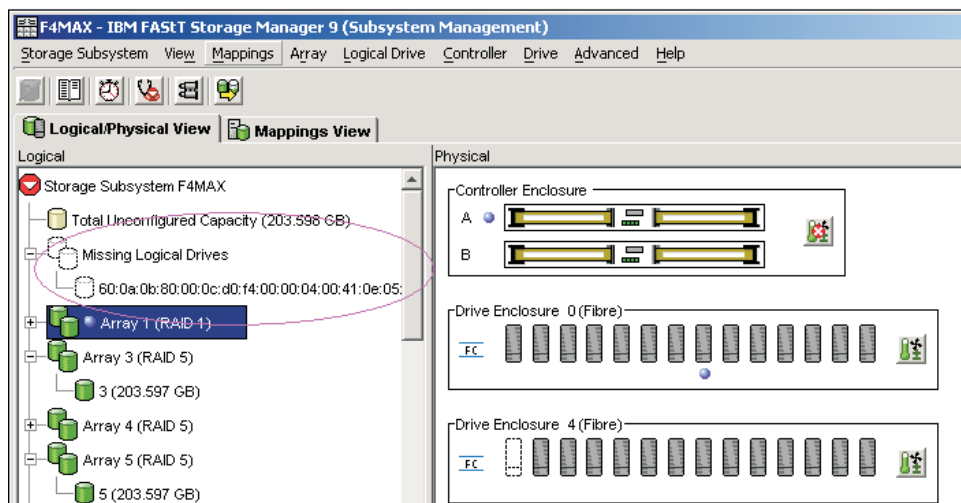

图 25. 缺失逻辑驱动器的 Subsystem Management Logical/Physical 视图（控制器固件版本低于 7.xx.xx.xx）
- 如果控制器固件低于 7.xx.xx.xx，请等待 DS Storage Manager 在 Storage Subsystem Management 窗口中将阵列/逻辑驱动器标记为缺失。请参阅第 64 页的图 25。